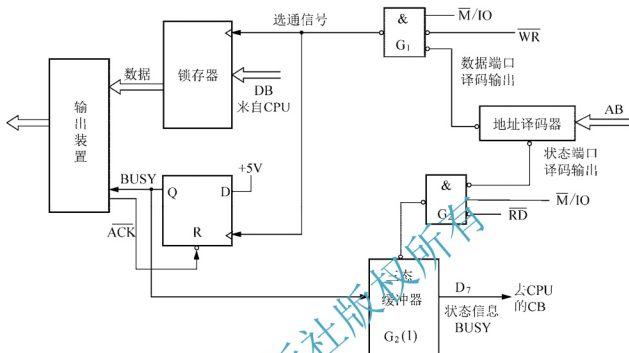

图 6.21 习题 4 图
4. 结合指令简述图 6.21 中 CPU 与外设以查询传送方式输出数据的接口电路的工作过程(设地址译码数据口地址为 60H, 状态口地址为 61H)。